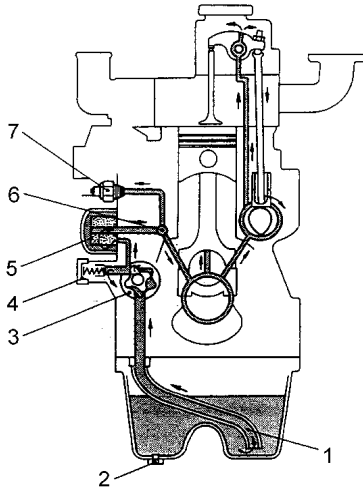

Abb. F-1: Schmiersystem des MITSUBISHI-Motors 1503
- Ablassschraube (2) von der Ölwanne (Abb. F-1) abdrehen, Öl ablassen und die Ablassschraube wieder zudrehen
- den verunreinigten Filter abschrauben (Pos. 5, Abb. F-1)